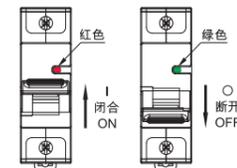

图2 闭合、断开状态指示
5.1 安装使用前先检查断路器标志与所使用的工作条件是否相符；断路器闭合、断开状态指示如下图2。